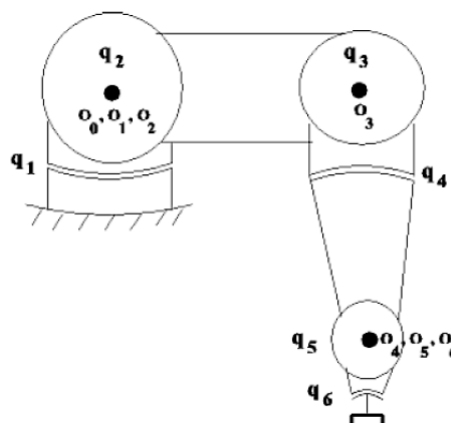

Figure 8 : Bras du robot plié avec la pince en bas.
- Le bras du robot est plié avec la pince en bas (voir Figure 8).